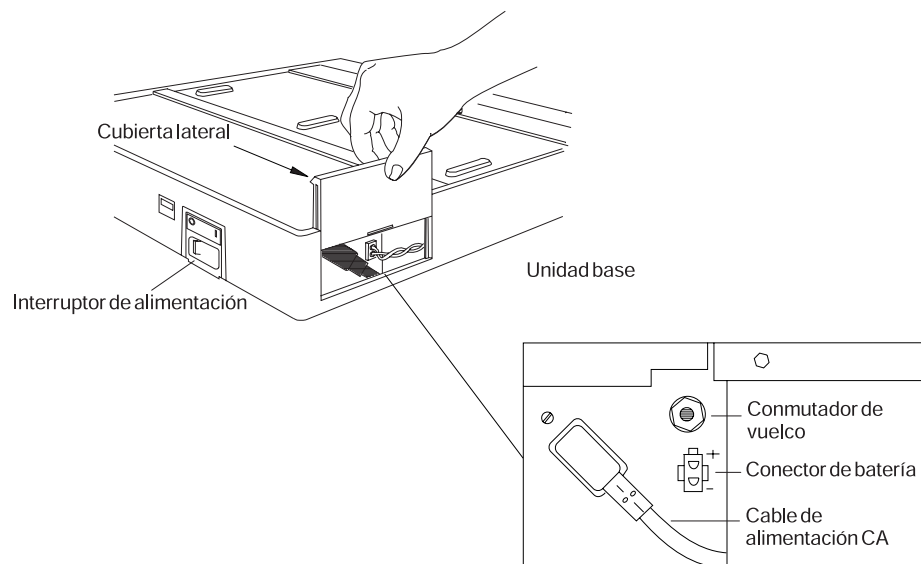

Figura 3. Ubicación del interruptor de vuelco de terminal en terminales 4683 Mod1
- Pulse el interruptor de vuelco del terminal Mod1 mostrado en la Figura 3 en la página 386.